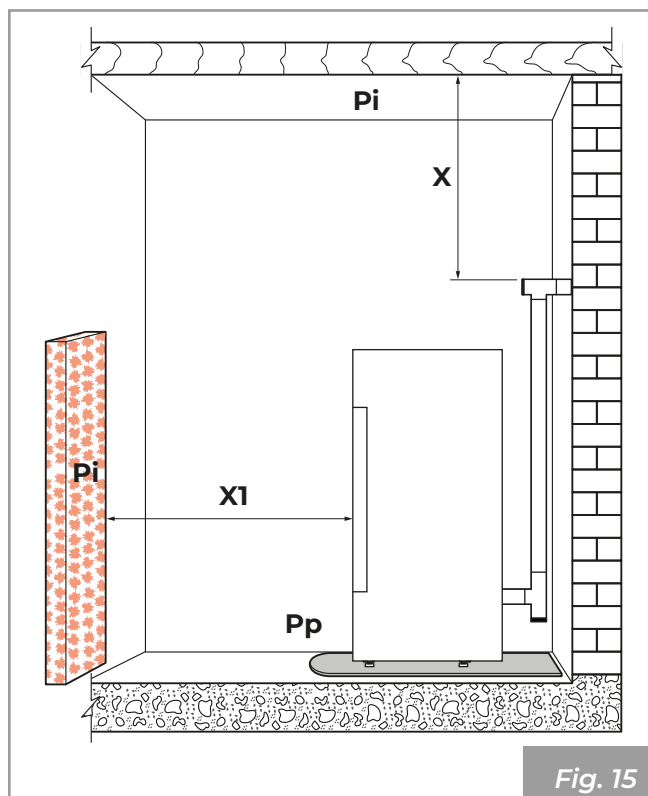

Fig. 15
Il est important de respecter la distance minimale par rapport aux matériaux inflammables (X) indiquée sur la plaque signalétique des tubes utilisés pour réaliser la cheminée ( Fig. 15).